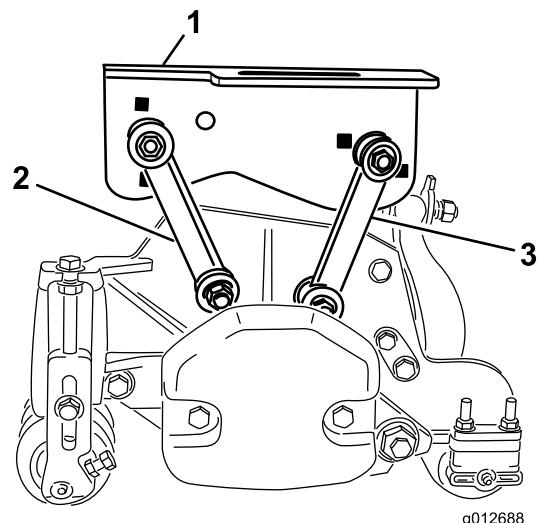

Figura 17
- Fissate i tiranti di montaggio anteriori nei fori del telaio portante centrale con un bullone (3/8 x 2-1/4 poll.), 2 rondelle piane e un dado di bloccaggio, come mostrato in Figura 17. Posizionate una rondella su ogni lato del tirante durante il montaggio. Serrate i fermi a 42 Nm.
- Fissate i tiranti di montaggio posteriori nei fori del telaio portante centrale con un bullone (3/8 x 2-1/4 poll.), 2 rondelle piane e un dado di bloccaggio, come mostrato in Figura 17. Posizionate una rondella su ogni lato del tirante durante il montaggio. Serrate i fermi a 42 Nm.